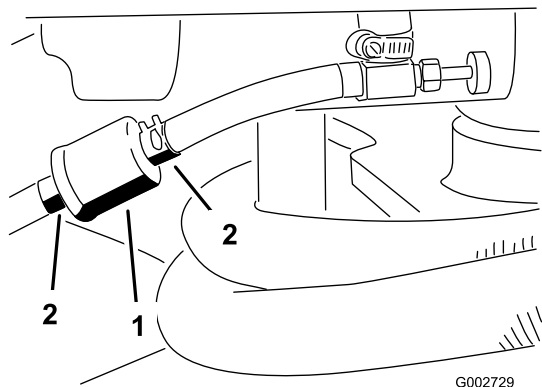

図 29
1. 燃料バルブを閉じ、フィルタのキャブレタ側についているホースクランプをゆるめ、燃料ラインからフィルタを外す(図 29)。